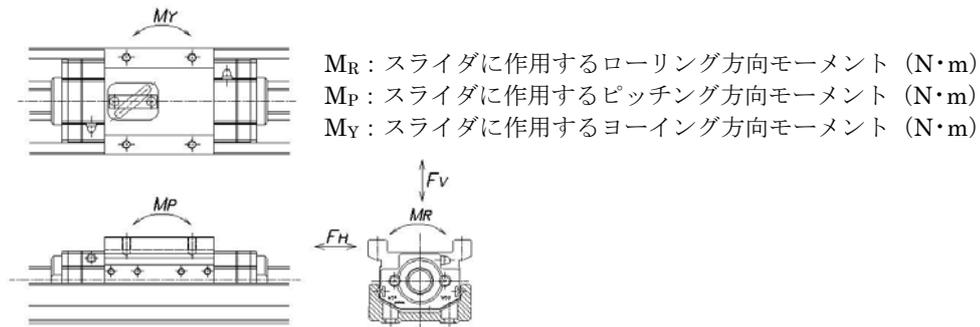

図 12.1 モーメント方向
ポジショニングアクチュエータのガイド部に作用する荷重 (図 12.1 を参照) を検討し、各々の荷重を式①に代入し、等価荷重 F_e を求めます。
モーメント方向と各モーメント方向に対する動等価係数については、図 12.1 と表 12.3 を参照してください。